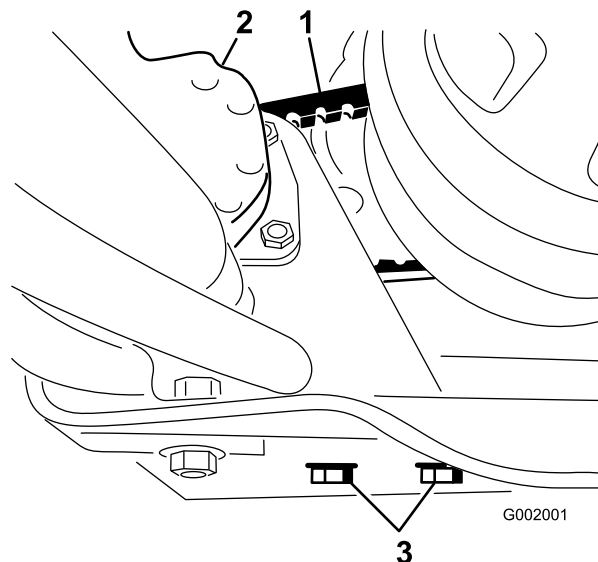

Figure 64
2. Desserrez les boulons de fixation de la pompe de direction (Figure 64).